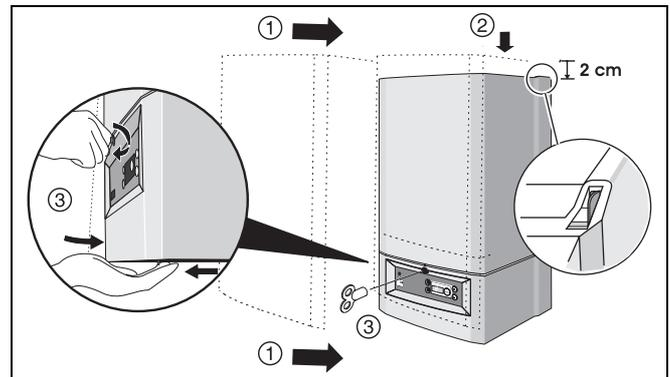

Fig. 18 Mettre l'habillage en place
- Mettre l'habillage en place (fig. 18).